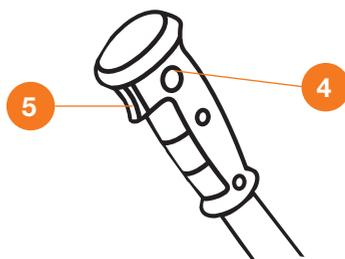

Рис. 6
4. Разблокируйте выключатель, нажмите кнопку блокировки **4** (Рис. 6).